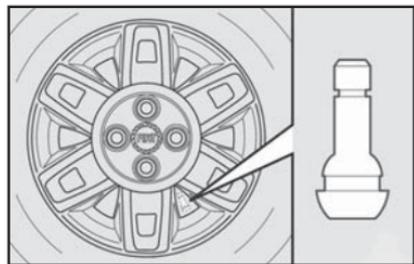

fig. 17
9) Atarraxar apenas um dos parafusos **fig. 17**, em correspondência com a válvula de enchimento.